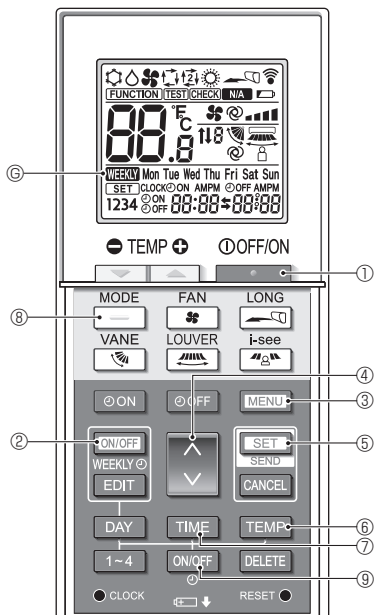
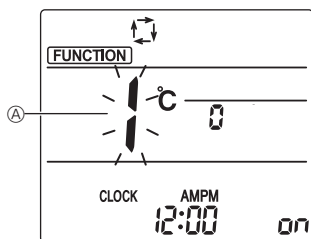
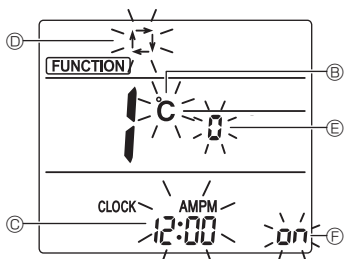

Fig. 5-1
Fig. 5-2
Fig. 5-3
(Fig. 5-1, Fig. 5-2)
(Fig. 5-1, Fig. 5-3 B)
(Fig. 5-1, Fig. 5-3 C)
(Fig. 5-1, Fig. 5-3 D)
5.5. A pár sorszámának módosítása (Fig. 5-1, Fig. 5-3 ⑤)
- Nyomja meg a  gombot ④.
(Fig. 5-1, Fig. 5-3 ⑥)